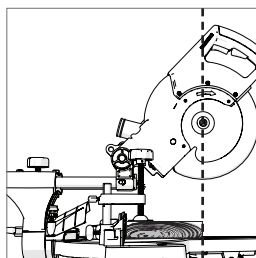

Fig. 27
- Saisir la poignée de coupe et tirer la tête de coupe vers l'avant jusqu'à ce que le moyeu (centre de la lame) se trouve au-dessus du bord avant de la pièce à usiner. **(Fig. 27)**